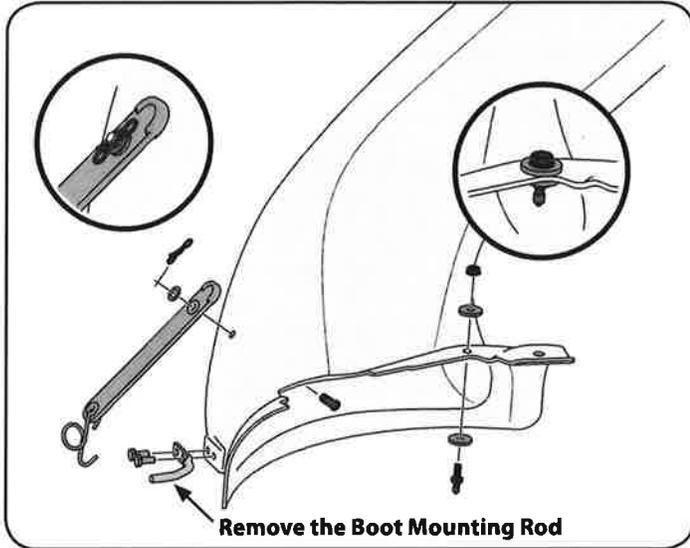

Figura 49
1. Instale la correa de rampa de goma, del paquete de tornillería 689-00318A, en el codo chute usando el pasador de horquilla (711 a 05.063), la arandela (736-0204) y Bow-tie chaveta (714-04040) del paquete de tornillería 689-00318A. Ver Figura 49. asegurar el extremo de la correa utilizando el agujero más desde el final, insertar el gancho de resorte de torsión (732-04510A) en el otro extremo.
**Nota:** En las cubiertas con ruedas para la plataforma delantera, montar el fuelle se debe quitar para poder instalar este canal de descarga del codo en el tractor. Vea la Figura 49.